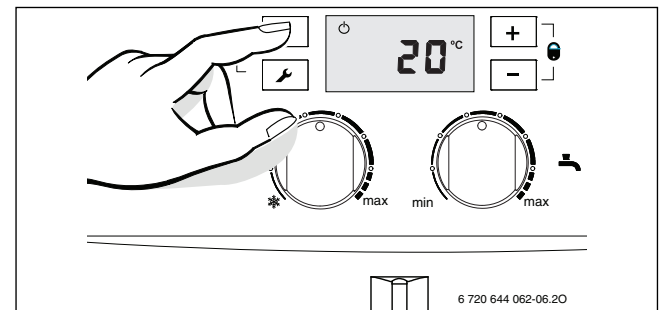

Fig. 21
- ▶ Porniți aparatul prin intermediul tastei stand-by (→ fig. 21).